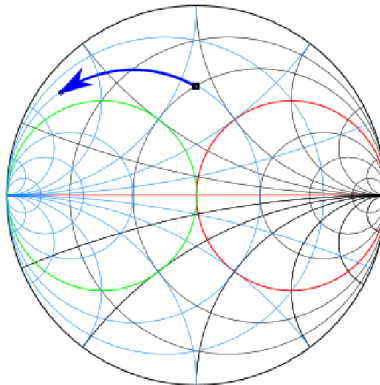

Fig.3 : Modification de l'impédance avec une inductance en parallèle
- 3) En ajoutant une **inductance en parallèle**, on déplace l'impédance autour des cercles de **conductance constante** dans le **sens contraire des aiguilles d'une montre** (Fig.3). La valeur de l'inductance nécessaire pour déplacer la susceptance (partie imaginaire de l'admittance) sur l'abaque de Smith par un facteur Y_L est donné par la formule suivante : $L = -\frac{1}{2\pi f Y_L}$